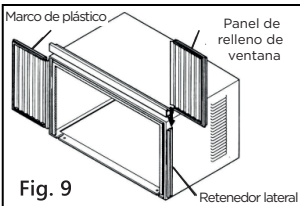
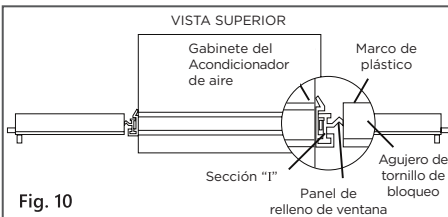

Fig. 9
Fig. 10
- D. Deslice 1 etapa del panel de acordeón de la ventana a través del retenedor lateral y en el lateral del gabinete (véase la Fig. 9 y Fig. 10). Hacer en ambos lados.